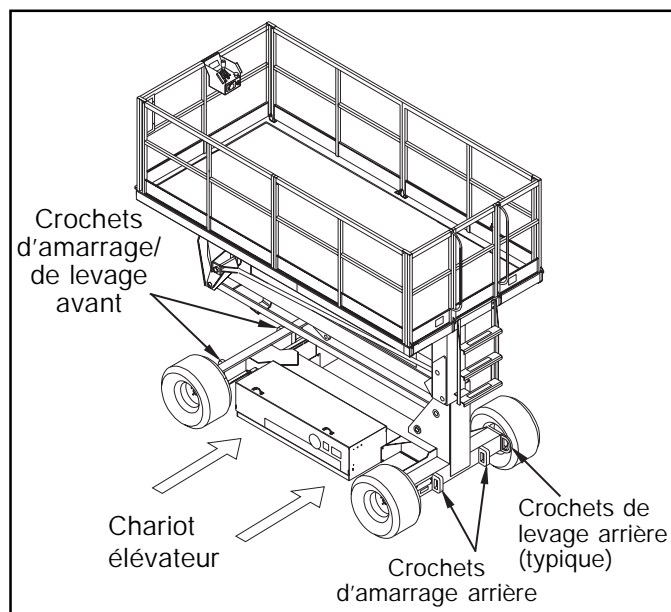

Figure 5 : Transport de la plate-forme de travail
Transporter avec un chariot élévateur en soulevant par le côté du châssis sous les modules du châssis (Figure 5).
1. Fixer les courroies sur les crochets de levage du châssis uniquement (Figure 5).
2. Bloquer la plate-forme de travail sur le véhicule de transport avec des chaînes ou des courroies d'une capacité suffisante fixées sur les crochets d'amarrage du châssis (Figure 5).